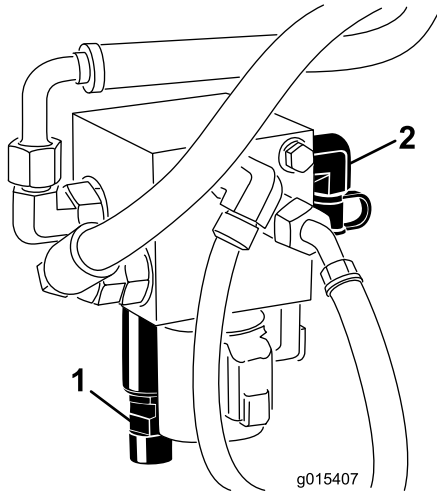

Figure 14
3. Raccordez un manomètre à la prise d'essai derrière le collecteur de relevage (Figure 14).
4. Sur l'avant du collecteur de relevage, déposez le bouchon du tiroir d'équilibrage de collecteur (Figure 14).
5. Desserrez l'écrou de blocage au bas du tiroir d'équilibrage (Figure 14).